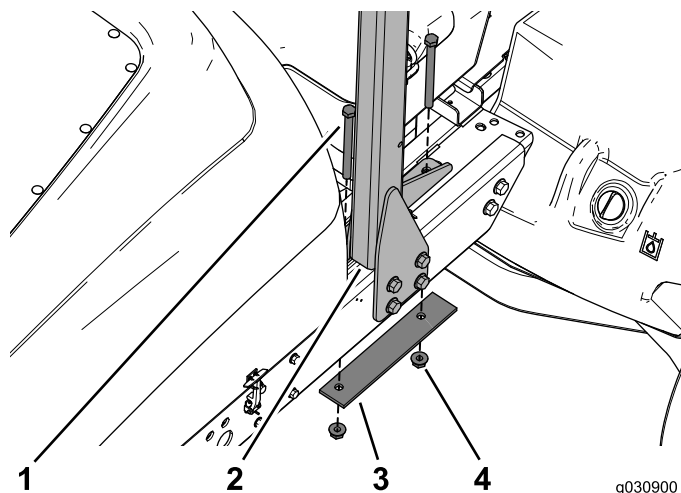

Figura 5
6. Aparte la pletina del arnés de cables y el compartimento de la batería para que pueda retirar los 2 pernos, la pletina de refuerzo, y las 2 tuercas con arandela prensada que sujetan el ROPS a la parte superior del bastidor (Figura 5). Apártelos.